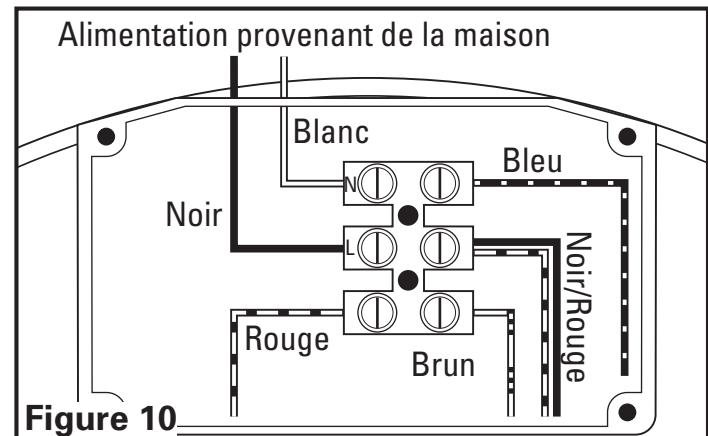

Figure 10
3. Insérez le fil blanc provenant de la maison dans le port de la plaquette de connexions étiqueté " N " et serrez à l'aide d'un petit tournevis régulier. Insérez le fil noir à partir du commutateur mural dans le port de la plaquette de connexions étiqueté " L " et serrez à l'aide d'un petit tournevis régulier. Etant donné que le moteur est isolé au sein d'un boîtier de plastique, il n'est pas nécessaire de procéder à une mise à la terre (**Figure 10**).